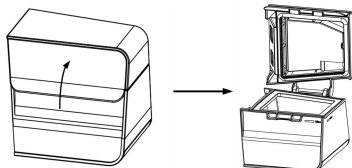

Fig. 14-6
- (1) **Togliere il serbatoio** seguendo le istruzioni in 14.1.1.
- (2) **Svuotare il serbatoio:** Togliere il tappo, come mostrato nella Fig. 14-6 e versare l'eventuale acqua rimanente fuori dalla camera dell'acqua.